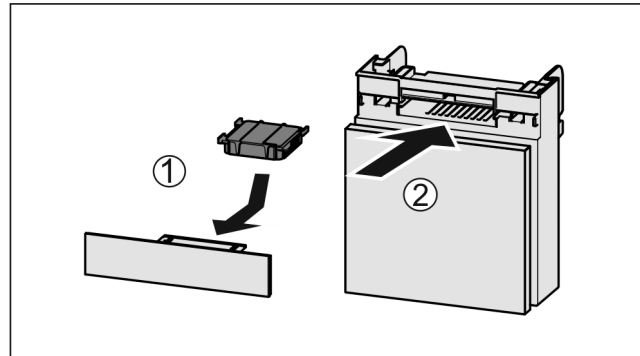

Fig. 133
- Actiefkoolfilter overeenkomstig afbeelding aanbrengen Fig. 133 (1).
- Lade erin schuiven Fig. 133 (2).